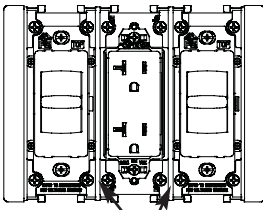

Figure 9 / Figura 9 / Figure 9
6. Attach the small couplers between the devices with the screws that were removed in step 2. (See Figure 9.)
6. Fixer les petits coupleurs entre les dispositifs avec les vis qui ont été retirées à l’étape n° 2. (Voir Figure 9.)